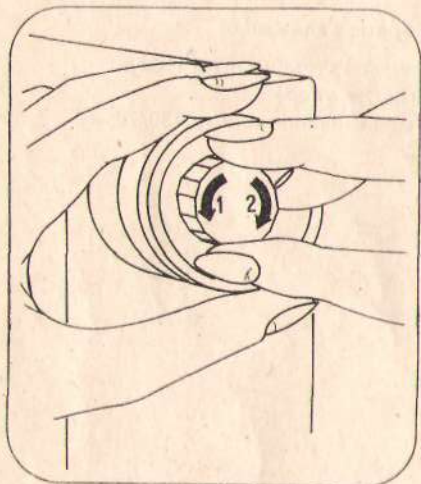
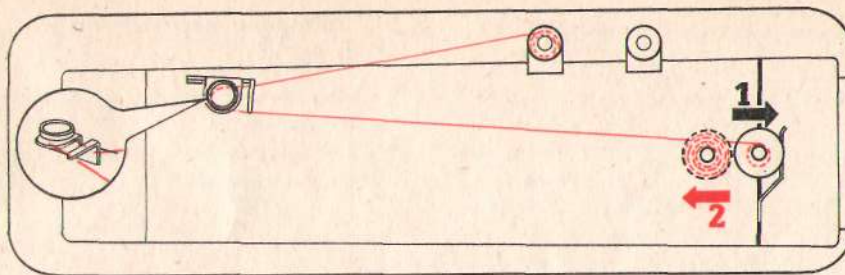

рис. 8
рис. 9
8. Намотка нижней нити (рис. 8 и 9)
8.1. Отключение швейного механизма (рис. 8)
8.2. Намотка нити на шпульку (рис. 9)
- Прижать моталку направо к маховому колесу (1). Как только шпулька намотана, моталка автоматически останавливается.
- Отжать моталку (2) и снять шпульку.
- Путём вращения винта свободного хода махового колеса по направлению стрелки 2 (рис. 8) включить швейный механизм.